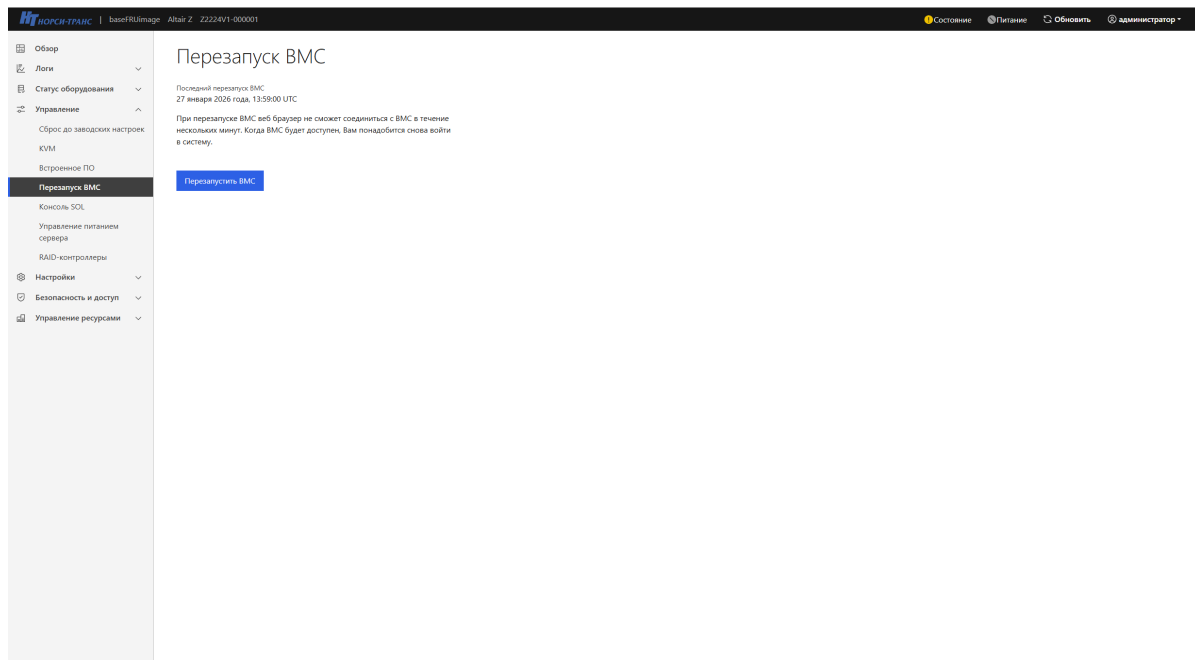

Рис. 70. Окно «Перезапуск ВМС»
- 4) Пройдите во вкладку «Управление» → «Перезапуск ВМС» в данной вкладке осуществляется перезапуск ВМС. Нажмите на кнопку «Перезапустить ВМС» для перезапуска ВМС. Окно показано на рис. 70 Окно «Перезапуск ВМС»